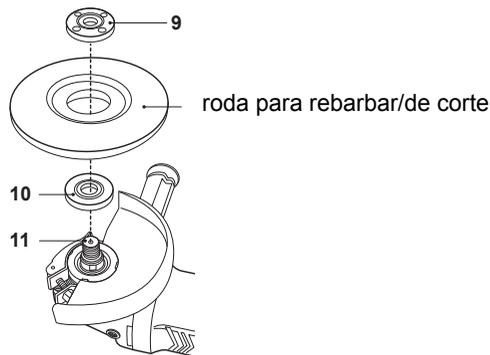

Fig. 12
3. Remova a flange de bloqueio (9) do fuso (11).
4. Segurando o produto com o fuso virado para cima, insira a flange de apoio (10) no fuso e assegure que está bem posicionada. As duas secções planas trabalhadas à máquina têm de estar viradas para o produto e localizadas na posição apropriada no fuso (11).
5. Coloque a roda no fuso (11) com a etiqueta virada para o produto. O orifício na roda deve estar posicionado no fuso (11) e encaixar firmemente na secção saliente da flange de apoio (10) (Fig. 12).